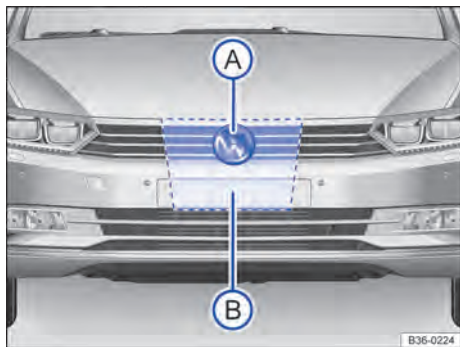

Fig. 225 Na grade do radiador, atrás do logo Volkswagen: sensor do radar (A) e área que deve ser mantida livre em volta do sensor do radar (B).
Para a captação da situação do trânsito é instalado, no para-choque dianteiro, um sensor do radar → Fig. 225 (A). Assim, os veículos à frente podem ser reconhecidos a uma distância de até aproximadamente 120 m.